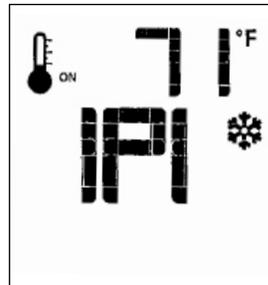
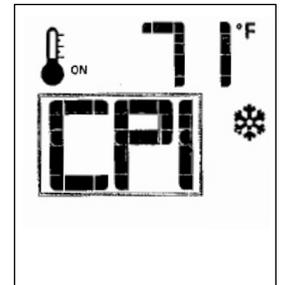

Figure 15.4. IPI est la position par défaut.
Figure 15.5. CPI activé.
- Lorsque l'émetteur est en position « OFF », appuyez sur la touche « mode émetteur » - IPI est le mode par défaut. *Figure 15.4.* Appuyez sur la flèche vers le haut pour indexer l'icône de l'IPC et activer le mode d'allumage de la veilleuse continu. *Figure 15.5.* En appuyant sur la touche fléchée vers le bas, vous revenez à l'allumage intermittent de la veilleuse. Un seul « bip » confirmera la réception de la commande.